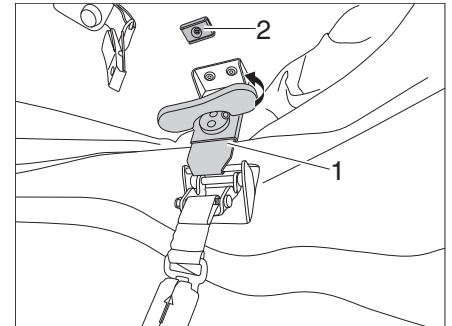
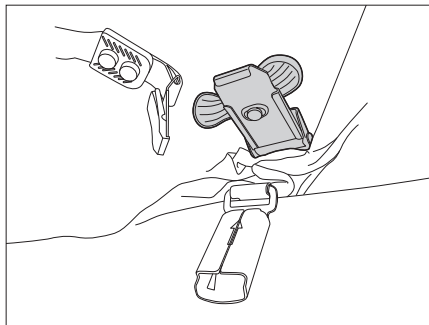

Bild 46 Verriegelungen entspannen
Bild 47 Verriegelung fixieren
- Drehgriffe der linken und rechten Verriegelung (Bild 46,1) aufstellen und gegen den Uhrzeigersinn drehen, bis die Verriegelungen entspannt sind.
- Drehgriff wieder nach unten klappen und den Verriegelungsmechanismus am Magnet (Bild 46,2) fixieren (Bild 47).